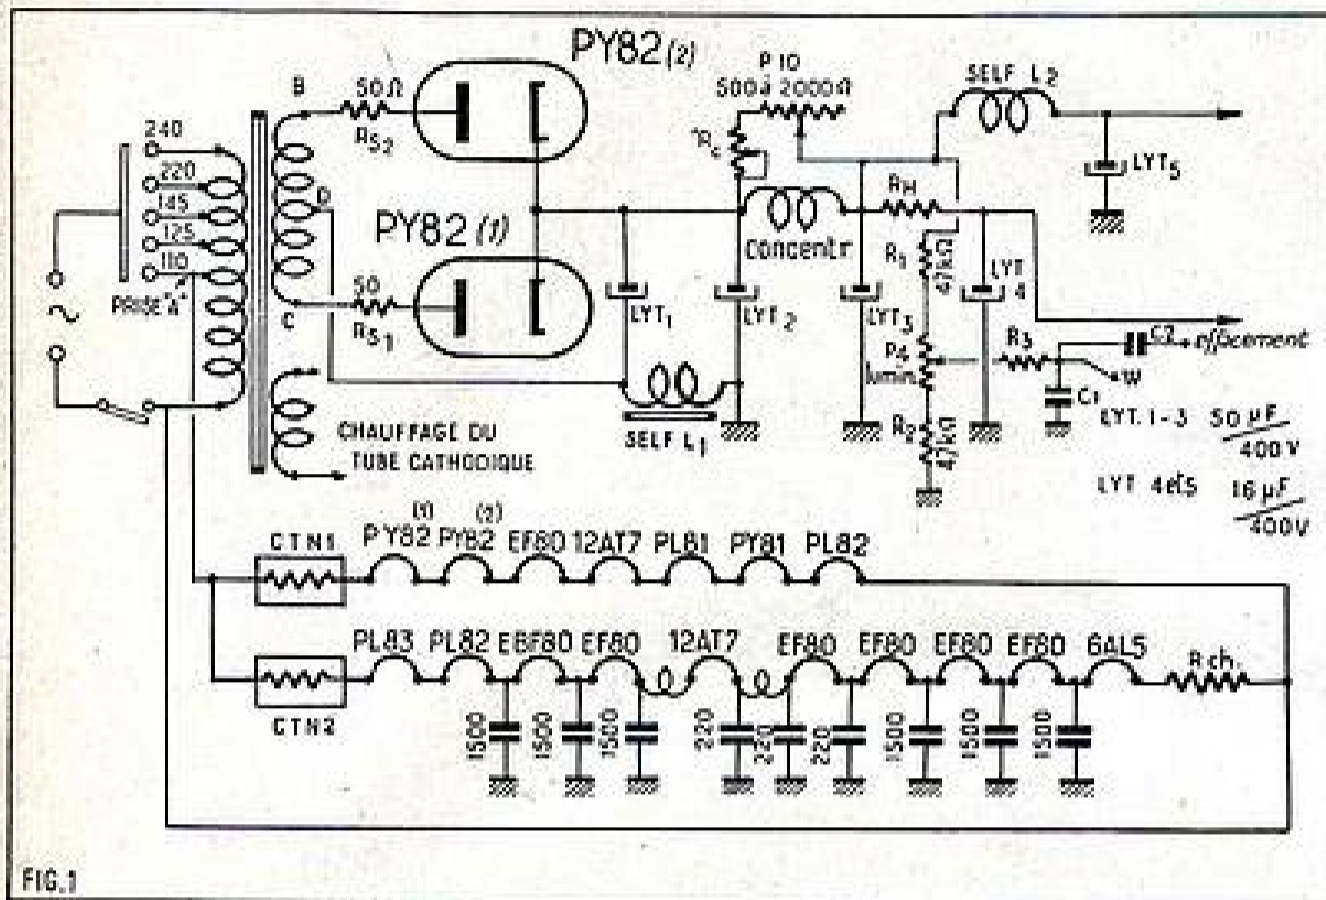

FIG. 1
Comme nous l'avons laissé entendre, notre téléviseur sera du type « mixte ». Tous les filaments des lampes sont chauffés en série et cette disposition pourrait faire conclure à un récepteur tous-courants (fig. 1) Pourtant, l'ensemble des chaînes est alimenté sur une prise spéciale (A) ménagée à cet effet sur le primaire du transformateur d'alimentation. Cette disposition présente le double avantage d'isoler parfaitement une extrémité des filaments d'un point de masse quelconque, et d'autre part, de maintenir toujours une tension constante aux bornes des filaments, quelle que soit la position du cavalier-fusible. De plus, le tube cathodique est chauffé séparément sur un enroulement spécial.